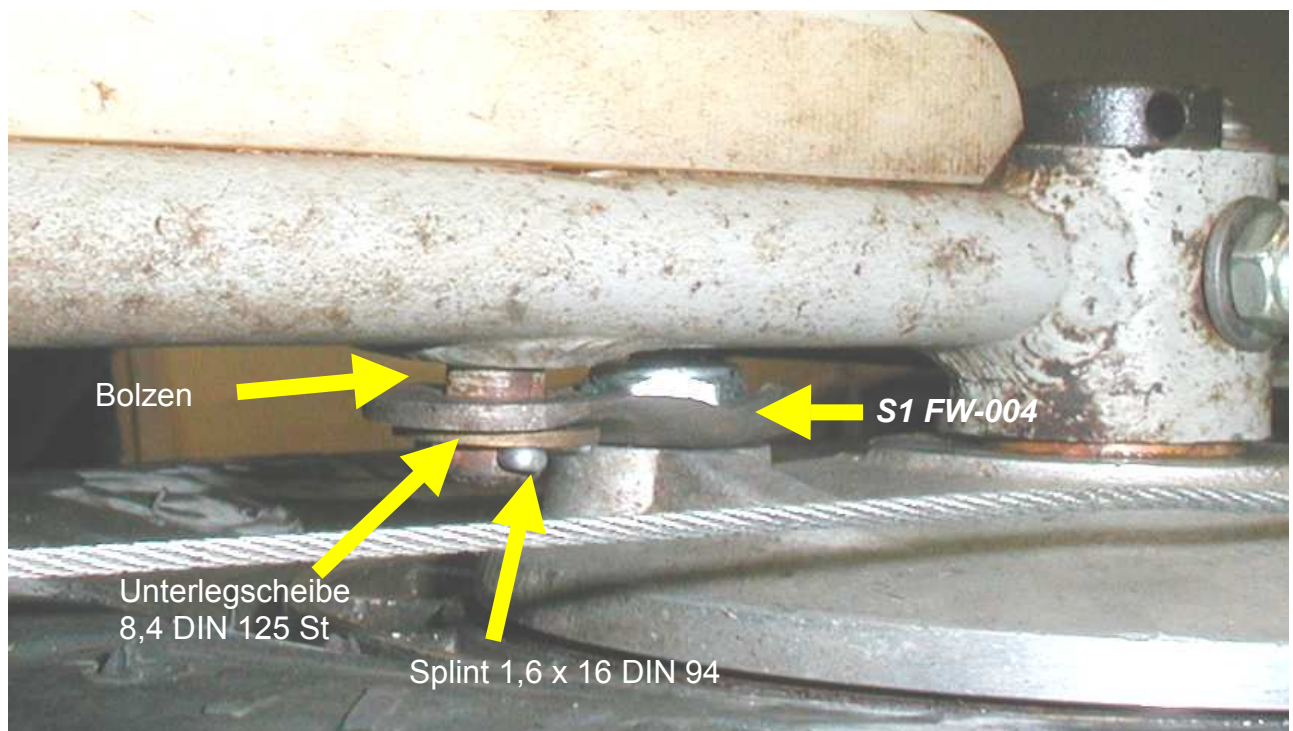

Abbildung 4: Befestigung des Bremsankers von vorn
- 5) Zur Aufnahme des Bremsmomentes wird das Bremsankerblech **S1 FW-004** zwischen Fahrwerksgabel und Felge benötigt. Zur Aufnahme und Sicherung des Bleches ist in den Bremsankerbolzen an der FW-Gabel ein Splintloch $\varnothing 2\text{mm}$ zu bohren. Bremsankerblech **S1 FW-004** auf Bremsankerbolzen stecken, U-Scheibe 8,4 DIN125 und Splint 1,6x16 DIN94 zn nach Abbildung 4 montieren.